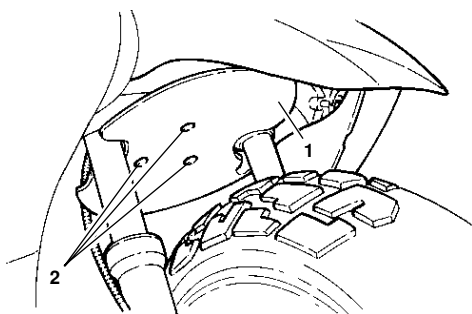

Fig. 16
- Para desmontar el escudo anterior proceder primero a desmontar el disco paragolpes (1 - Fig. 16) destornillando los tres tornillos (2).
- Pour enlever le museau avant, il est nécessaire de démonter en premier le disque pare-boue (1 - Fig. 16) en dévissant les 3 vis (2).